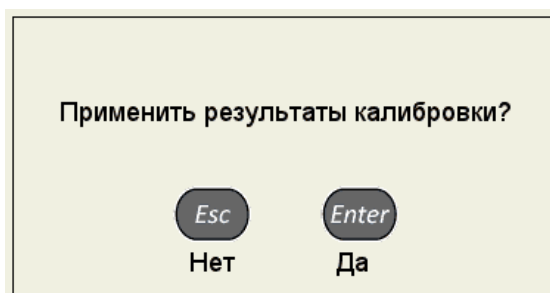

Рисунок 36
– нажать клавишу **Enter** . Откроется подтверждающее окно (рисунок 36).